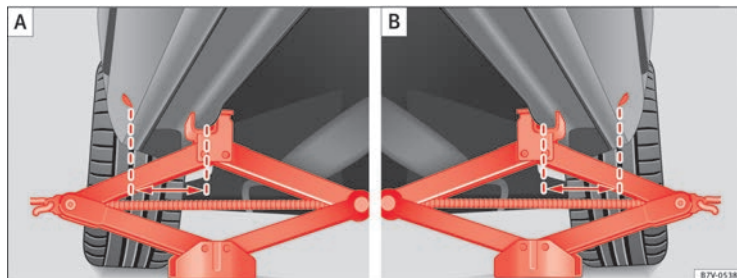

Fig. 186 (A): cric posizionato nella parte anteriore sinistra del veicolo (B): cric posizionato nella parte posteriore sinistra del veicolo.
le nervature situate **dietro** i bordi anteriori ⇒ fig. 186. Servirsi del punto di appoggio corrispondente alla ruota da sostituire ⇒ . ►
7. Assicurarsi che il piede del cric sia completamente appoggiato al suolo e che sia collocato esattamente sotto il punto di appoggio ⇒ **fig. 186**.
8. Centrare il cric alzandolo con la manovella finché la pinza racchiude la nervatura sotto il veicolo ⇒ **fig. 186**.
- Collocare il cric esclusivamente nei luoghi indicati. La pinza del cric deve essere fissata racchiudendo la nervatura del rinforzo del sottoscocca ⇒ **fig. 186**.